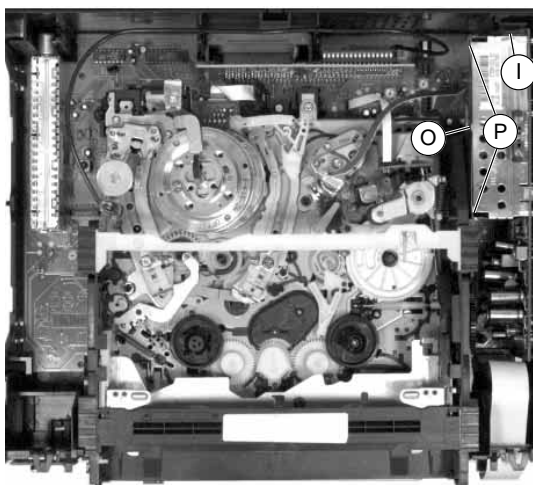

Fig. 9
- Décrocher l'ergot (I) (Fig. 9) et soulever légèrement avec précaution l'alimentation avec le châssis principal.
- Disengage the locking lug (I) (Fig. 9) and lift the Power Supply Board together with the Family Board carefully by a small amount.
- Couper les entretoises (O) / (P) (Fig. 9).
- Cut the bridges (O) / (P) (Fig. 9).